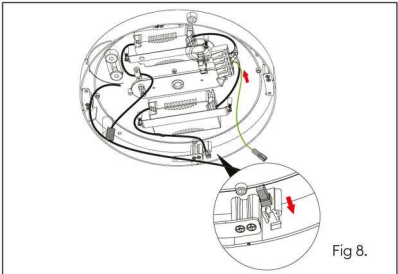

Fig 8.
- Insert the connector socket into the allocated hole in the base section and fix into place by installing the supplied plate and screw (fig 8 and 9).
- Insérez le connecteur femelle dans le trou prévu à cet effet dans la base et fixez-le en installant la plaque et la vis fournies (fig. 8 et 9).